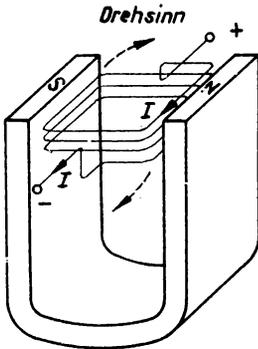
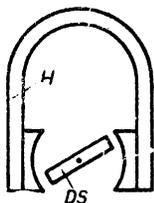

Bild 9: Stromdurchflossene Spule im Magnetfeld
Bild 10: Schema eines Drehspulmeßgerätes
Bisher haben wir das Verhalten eines geraden stromdurchflossenen Leiters im Magnetfeld untersucht. Der jetzt beschriebene Versuch zeigt das Verhalten einer Spule im Magnetfeld. Betrachten Sie dazu das Bild 9!
Im Magnetfeld eines Hufeisenmagneten ist eine Spule wie im Bild 9 dargestellt, drehbar angeordnet. Wird ein Strom durch die Windungen der Spule geleitet, so dreht sie sich, wie die gestrichelten Pfeile angeben.
Eine weitere Anwendung finden Sie in dem im Lbf. 1 behandelten Drehspulinstrument. Wie Sie im Bild 10 (schematische Abbildung eines Drehspulinstruments) erkennen, besteht zwischen diesem Bild und dem Bild 9 (stromdurchflossene Spule im Magnetfeld) eine große Ähnlichkeit. Die Drehspule DS ist im Feld eines Hufeisenmagneten H drehbar gelagert. Nach der Gleichung (2a)
1. Welche Möglichkeiten bestehen, die Drehrichtung einer stromdurchflossenen Spule (Bild 9) im Magnetfeld umzukehren?